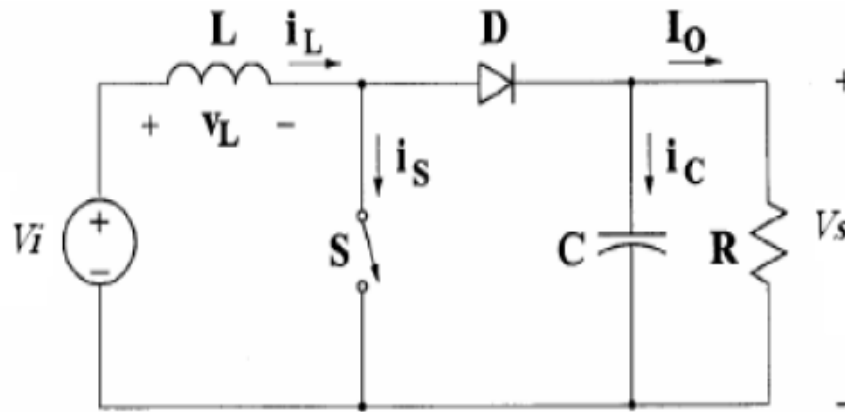

Figure I.6 : circuit électrique de base du hacheur survolteur.
Le convertisseur Boost est connu par le nom d'élévateur de tension ou hacheur parallèle son schéma de principe de base est celui de la figure I.6. Dans un premier temps (αT), le transistor (S) est fermé, le courant dans l'inductance croît progressivement, ensuite au fur et à mesure, elle emmagasine de l'énergie, jusqu'à la fin de la première période. Après le transistor (S) s'ouvre et l'inductance (L) s'oppose à la diminution de courant (I_L), ce qui génère une tension qui s'ajoute à la tension de source, qui s'applique sur la charge (R) à travers la diode (D) [9] .